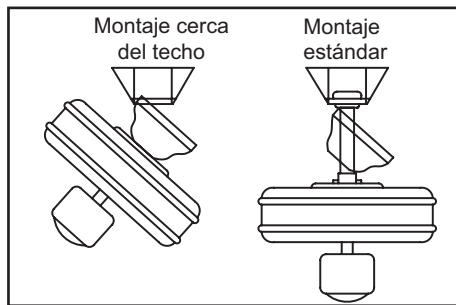

Figura 12
4. Con cuidado alza el ensamblado hasta la placa de montaje. Si usas el montaje cerca del techo, cuelga el ventilador del gancho suministrado usando uno de los orificios en el borde exterior de la cubierta de techo (Figura 12). Si usas el montaje estándar, asienta la bola de soporte en el casquillo de la placa de montaje. Asegúrate de que la pestaña sobre el casquillo de soporte de montaje encaje bien dentro de la ranura de la bola de soporte. (Figura 12).
EL GANCHO COMO SE MUESTRA EN LA FIGURA 12 SOLAMENTE ES PARA SOSTENER EL VENTILADOR MIENTRAS SE CONECTAN LOS CABLES. SI NO SE CUELGA COMO SE MUESTRA EN LA FIGURA 12, PUEDE ROMPERSE EL GANCHO, Y EL VENTILADOR SE CAERÁ. EL GANCHO DEBE PASAR DE ADENTRO HACIA FUERA DE LA CUBIERTA.